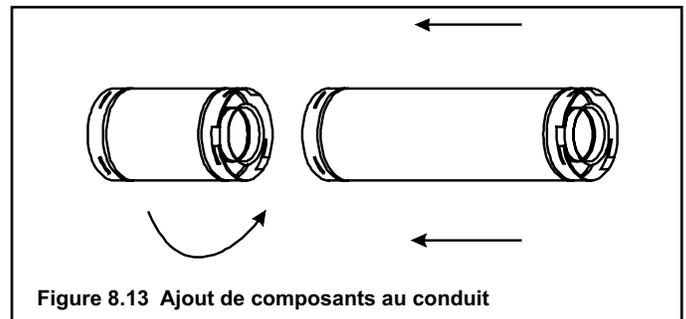

Figure 8.13 Ajout de composants au conduit
- Verrouiller les composants du conduit en glissant les sections concentriques du conduit doté de quatre (4) cordons de soudure équidistants dans le collier du foyer ou dans l'extrémité du composant installé antérieurement doté de quatre (4) parties dentelées équidistantes.
- Aligner les cordons de soudure intérieurs de chaque conduit extérieur, puis tourner les sections du conduit d'un quart (1/4) de tour dans le sens des aiguilles d'une montre (voir figure 8.13). Les sections du conduit sont maintenant verrouillées.